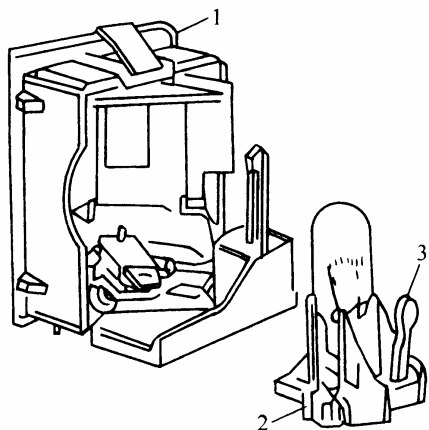

图 9-89 阅读灯的拆卸
1) 从顶篷上拆下与灯罩一体的阅读聚光灯总成（图 9-89）。